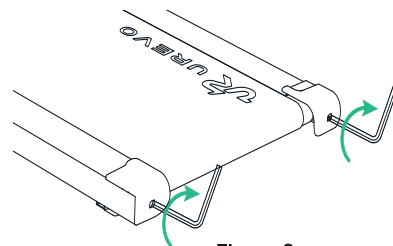

Figure 3
2. Avec la clé hexagonale, tournez les deux vis du rouleau tendeur de 1/2 de tour dans le sens horaire (voir figure 3).